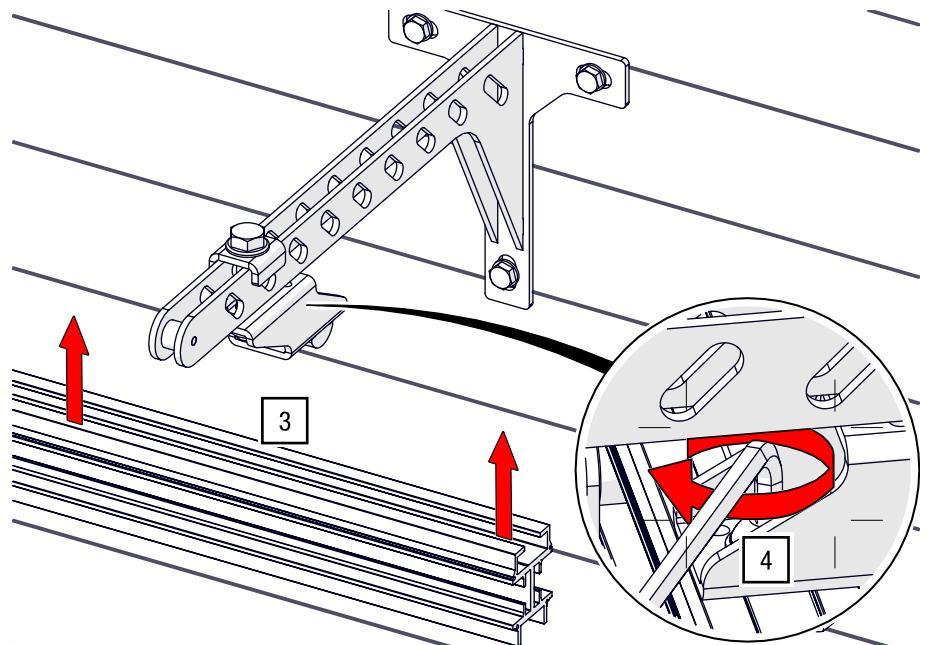

Abb. 57: Wandarm – Schrauben mit dem Nutenstein vormontieren
3. Heben Sie das vormontierte Schienenprofil zum Wandarm und stecken Sie die Nutensteine in die Schienennut (siehe Abb. 57).
4. Verschrauben Sie diese mit einem ISK SW 8 (siehe Abb. 57).